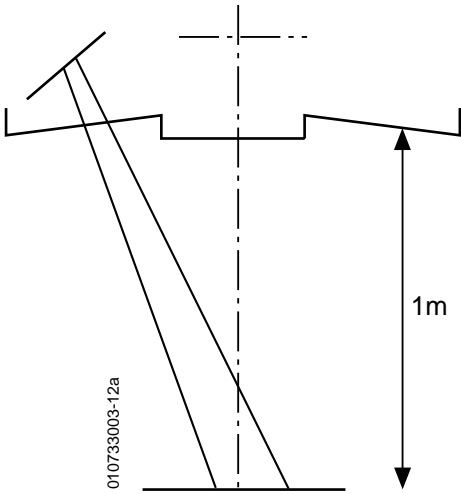

FIG. 1
- 1) Die zentrale Abdeckhaube entfernen (Abb. 1).
- 6) Déterminer le centre de la plage à l'aide d'un fil à plomb et faire un repère (FIG. 1).